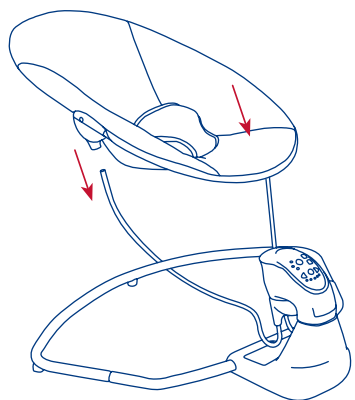

Fig. 8
- 8) • Attach the seat frame assembly to the base frame assembly by aligning the holes on the seat frame assembly with the upright rods on the Control Unit Assembly and pushing the seat frame down until it locks into place. Pull on the seat frame assembly to ensure that it is locked securely in place. (Fig. 8)
- Sujete el montaje del armazón de la sillita al montaje del armazón de la base alineando los agujeros del montaje del armazón de la sillita con las varas verticales del Montaje de la unidad de control y empujando el armazón de la sillita hacia abajo hasta que se trabe. Tire del montaje del armazón de la sillita para asegurar que esté bien trabado. (Fig. 8)